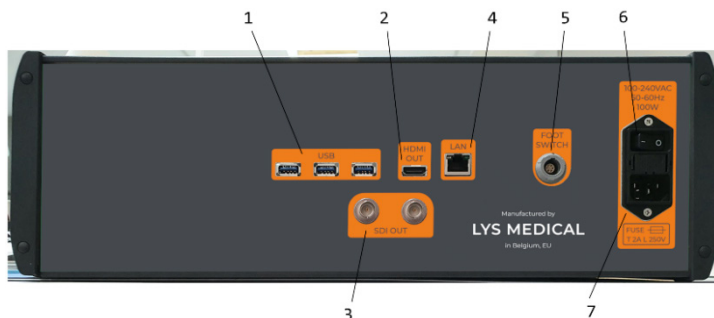
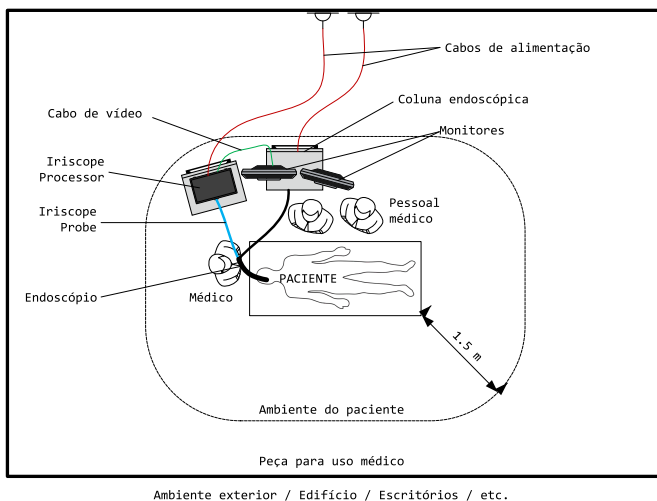

Figura 4 - Parte traseira do controlador
Figura 6 – Disposição do dispositivo na sala de endoscopia
1. Instalar o controlador na sala de endoscopia a uma distância máxima de 1 m do paciente e próximo da coluna endoscópica (ver Figura 6) certificando-se de que o interruptor ON/OFF e o cabo de alimentação (ver n.º 6 e n.º 7 da Figura 4) estão sempre acessíveis para desligar o controlador.
3. Ligar os diferentes cabos ao controlador (ver Figura 4 para identificar a localização das diferentes portas):